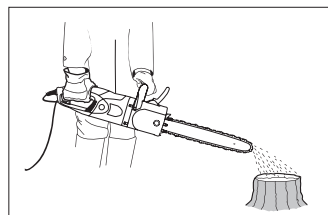

Рис. 9
4. Перед началом работы проверьте подачу масла: включите электрическую пилу и подержите ее над подходящей подстилкой. При достаточной смазке образуется легкий след от капель сбрасываемого масла (рис. 9).